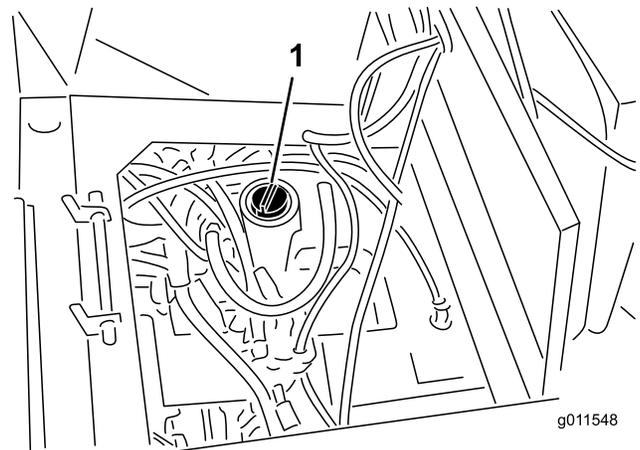

Bild 74
3. Füllen Sie den Tank (Bild 74) mit ungefähr 30 l Hydrauliköl, siehe „Prüfen der Hydraulikanlage“.